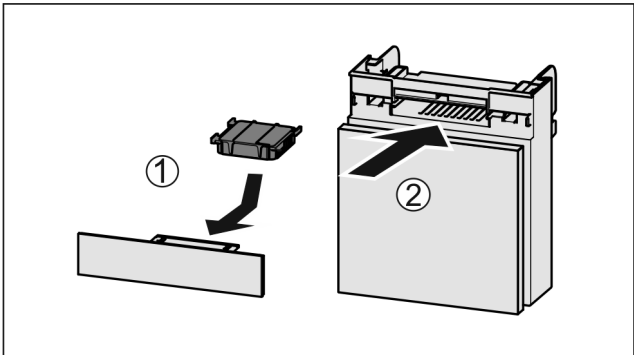

Fig. 67
- Inserire il vano Fig. 67 (2).